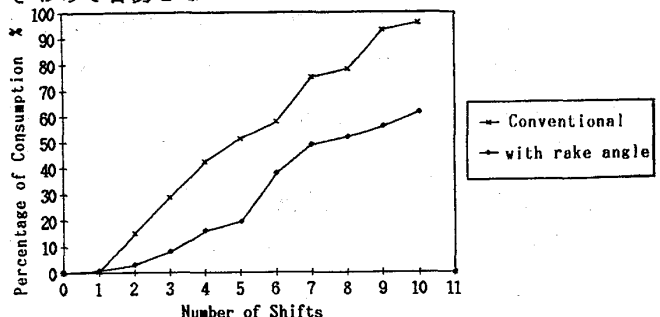

Fig.2 Percentage of Consumption
3.1 チップ寿命：直方体チップでは、最初の数コイルを切削した後より、すでにヒートクラックが発生し、チップの摩耗が進むとともにヒートクラックが深さ方向・長さ方向ともに進展し、チップが破損していた。しかしながら、スキイ角付チップでは、Photo.1 に示すように、最初の6コイルを切削した後では、まだヒートクラックは発生していないことがわかる。さらに切削をつづけても、チップの摩耗の進みが遅いばかりでなく、ヒートクラックの進展も遅く、ヒートクラックによる破損がなくなった。そして、Fig.2 に示すように、スキイ角を付すことにより、寿命が40%ほど向上し、チップ原単位が大幅に減少した。